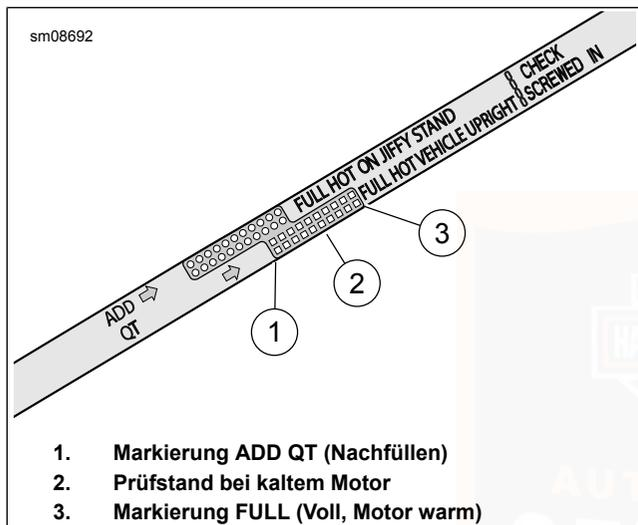

Abbildung 61. Motor-Ölmesstab (Anzeige VEHICLE UPRIGHT [Fahrzeug aufrecht])
- e. Siehe Abbildung 61. Den Ölstand prüfen. Der korrekte Ölstand bei kaltem Motor liegt auf halbem Wege (2) zwischen den Markierungen ADD QT (Nachfüllen) (1) und FULL HOT (Voll, heiß) (3) auf dem Ölmesstab.
5. Ölstand prüfen. Nur so viel Öl nachfüllen, um den Füllstand zwischen die Ölmesstab-Markierungen ADD QT (1) und FULL HOT (3) zu bringen.
e. Siehe Abbildung 61. Den Ölstand prüfen. Der Ölstand sollte zwischen den Markierungen ADD QT (Nachfüllen) und FULL HOT (Voll, heiß) auf dem Ölmesstab stehen.